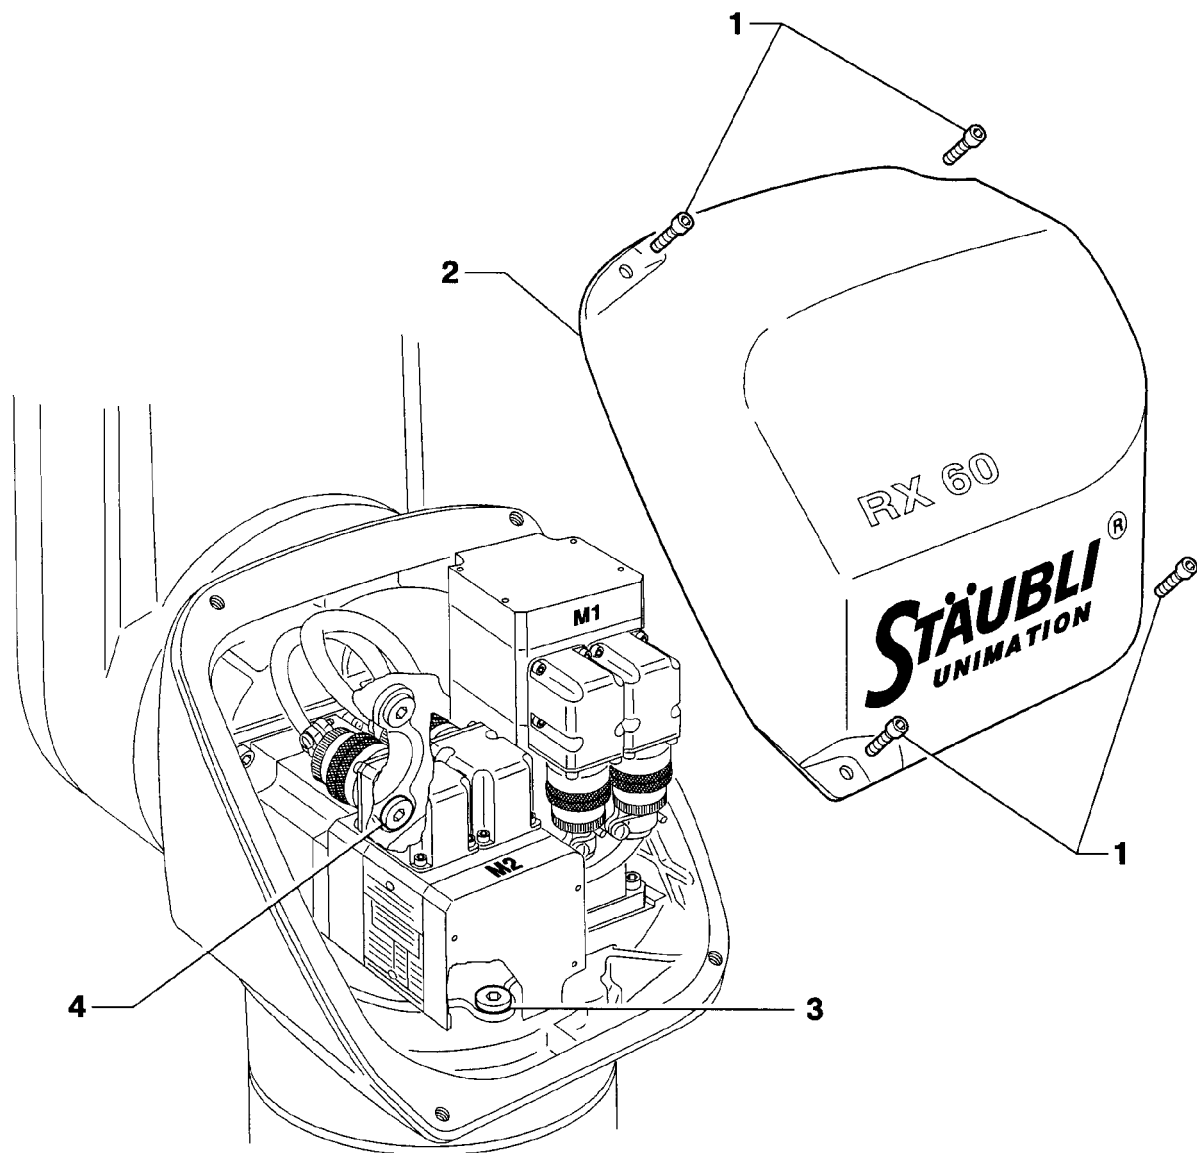

Figure 7.1
7.2.1. JOINT 1 (figure 7.1)
7.2.2. JOINT 2 (figure 7.1)